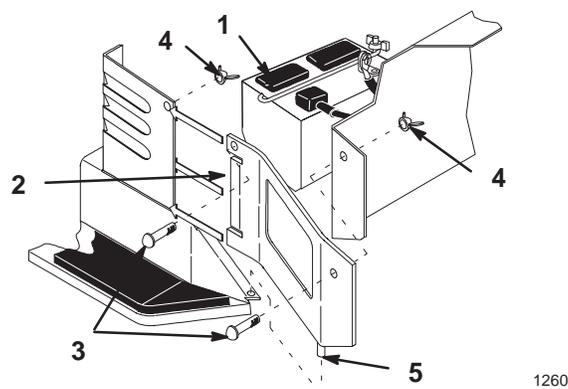

Figure 38
3. Retirer les panneaux latéraux pour pouvoir accéder à la batterie et la déposer (Fig. 38). Retirer les écrous papillons et les vis, soulever le panneau pour dégager l'ergot, et faire glisser les languettes du panneau hors de la tour de direction.
1. Poser la batterie dans le châssis (Fig. 38).
5. Remonter les panneaux latéraux en insérant les languettes dans la tour de direction et l'ergot dans le flasque du repose-pied, et les fixer à l'aide des vis et des écrous papillons (Fig. 38).